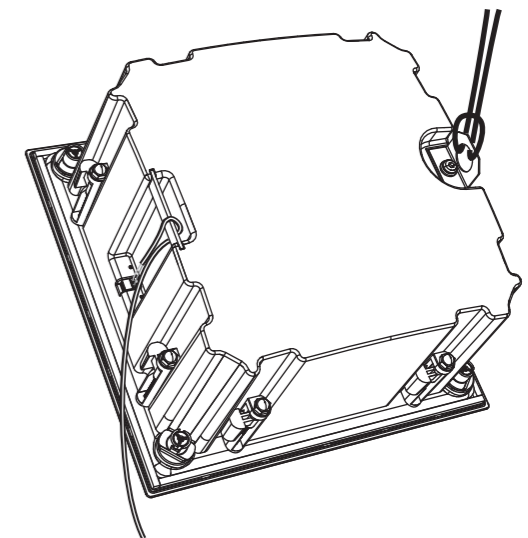

Fig. 16. Connecting the secondary safety to the back can
1. Anslut en sekundär säkerhetskabel till metallmonteringsögglan på baksidan av den bakre burken när baksidan kan anslutas korrekt. Den andra änden av den sekundära säkerhetskabeln ska fästas till lämplig stark monteringspunkt i taket (fig.16).